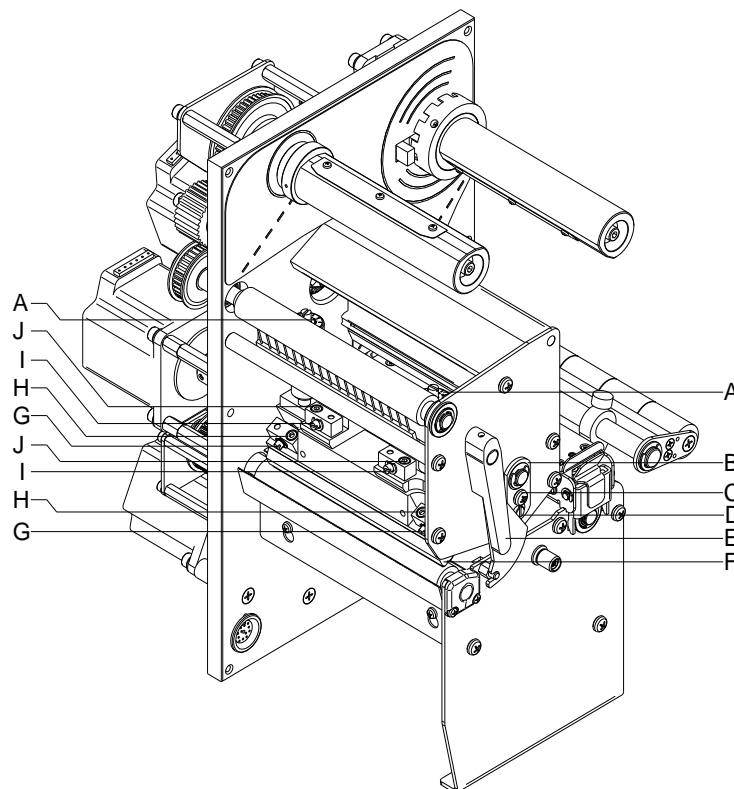

Abbildung 15
Falls nach Einstellen der Parallelität kein gleichmäßig starker Druck über die gesamte Druckbreite vorliegt, kann mit dem Stellblech (B, Abbildung 15) ein Ausgleich wie folgt geschaffen werden:
1. Schraube (C, Abbildung 15) ca. $\frac{1}{4}$ Umdrehung lösen.
3. Schraube (C, Abbildung 15) wieder anziehen.
1. Andruckschrauben (A, Abbildung 15) drehen, um den Druckkopfandruck zu verändern.
2. Drehen der Andruckschrauben (A, Abbildung 15) bis an den Anschlag im Uhrzeigersinn ergibt eine Andruckerhöhung von 10N gegenüber der Werkseinstellung.
3. Drehen der Andruckschrauben (A, Abbildung 15) genau eine Umdrehung vom Rechtsanschlag gegen den Uhrzeigersinn, ergibt die Werkseinstellung.